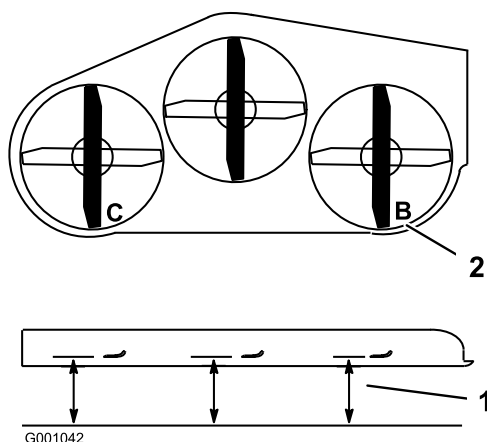

Figura 76
1. Disponete la lama destra in posizione longitudinale rispetto alla macchina (Figura 76).
2. Misurate la lama destra al punto **B** da una superficie piana fino al tagliente della punta della lama (Figura 76).
4. Disponete la lama sinistra in posizione longitudinale rispetto alla macchina (Figura 76).
5. Misurate la lama sinistra al punto **C** (Figura 76) da una superficie piana fino al tagliente della punta della lama.